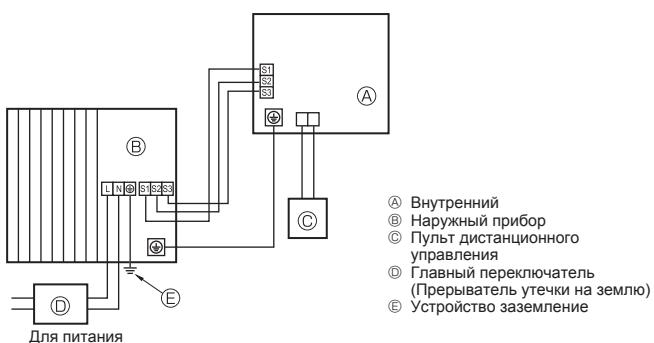
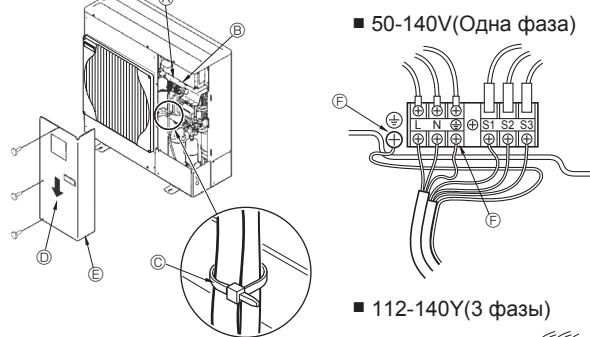

Fig. 6-1
Fig. 6-2
6.1. Наружный прибор (Fig. 6-1, Fig. 6-2)
- Подсоедините кабели, как указано на Fig. 6-1 и Fig. 6-2.